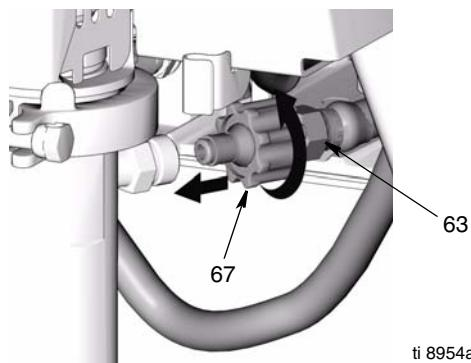

Рис. 19
7. (Рис. 19) Установите фитинг шланга для краски (190) и шланг для краски (63) для подсоединения насоса.